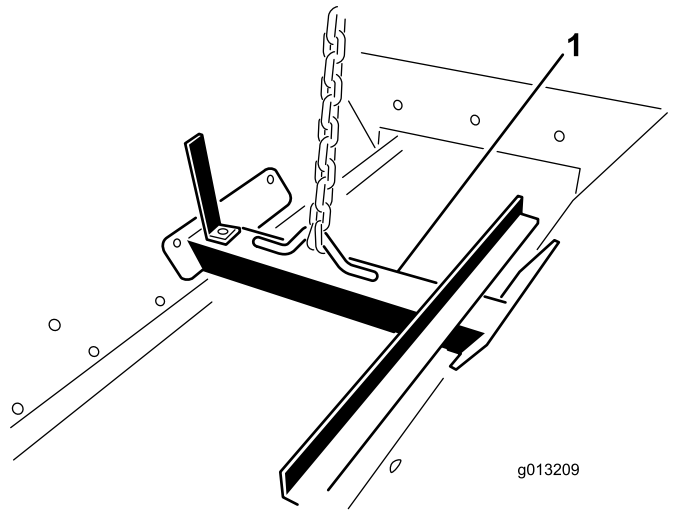

Figure 13
1. Fixez un dispositif de levage au support de levage boulonné à l'intérieur de la benne (Figure 13).